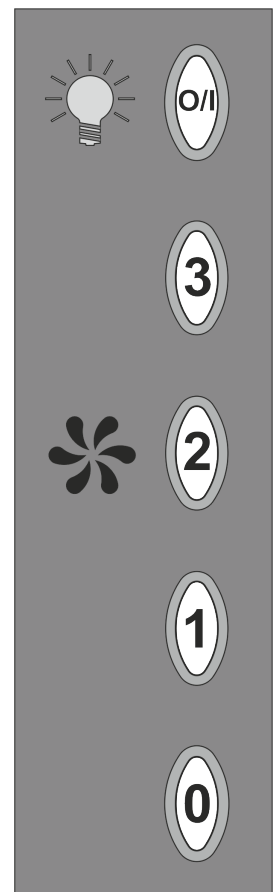

Рис.5
7.3 На нижній площині корпусу розміщений кнопковий перемикач режимів роботи і включення ламп освітлення (рис.5).